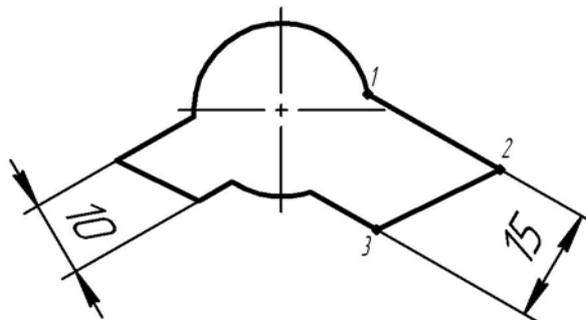

Рис. 66
4. Задайте положение размерной линии и надписи по образцу (рис.66).